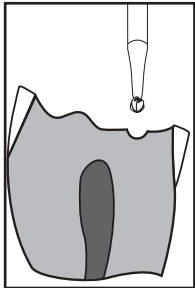

Figure 1
3. Lag en fordypning ved kanalpunktet med et 1/4 rundt borr i et high speed vinkelstykke (**Fig. 1**).
3. Crie uma depressão ligeira nos locais do canal com uma broca de 1/4 de polegada num contra-ângulo de alta velocidade (**Fig. 1**).